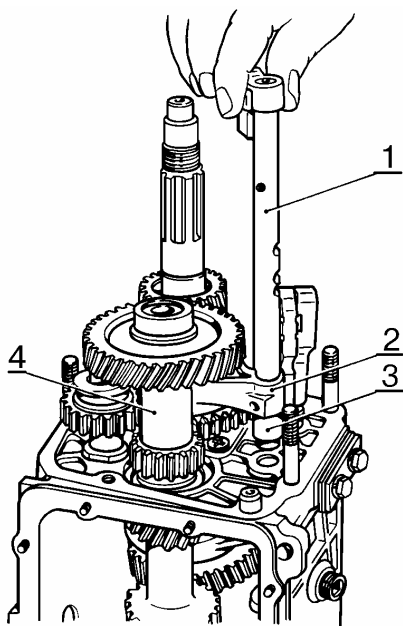

Рис.17. Снятие штока вилки включения V передачи и заднего хода и блока шестерен:
- снять шток 1, рис.17, вилки включения V передачи и заднего хода, дистанционную втулку 3, блок шестерен 4;